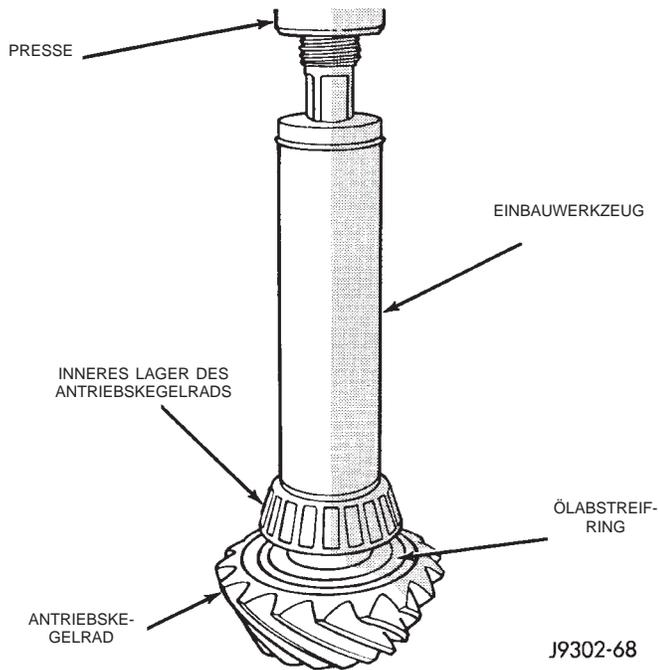

Abb. 36 Inneres Lager auf die Welle montieren
(6) Das innere Lager (und ggf. den Ölabbstreifring) mit Werkzeug W-262 und einer Presse auf der Welle montieren (Abb. 36).